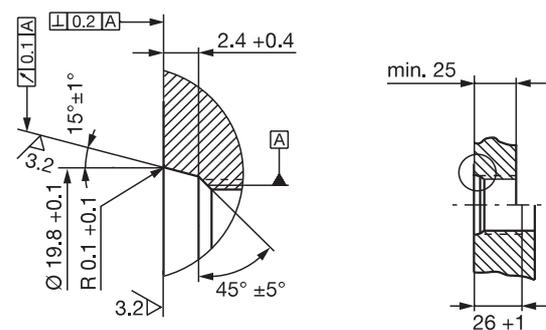

Fig. 4-3 : Trou de vissage M18x1.5 selon ISO 6149, joint torique 15.4x2.1
- ▶ Préparer le trou de vissage avec filetage (lamage pour joint torique, le cas échéant) selon la Fig. 4-3.